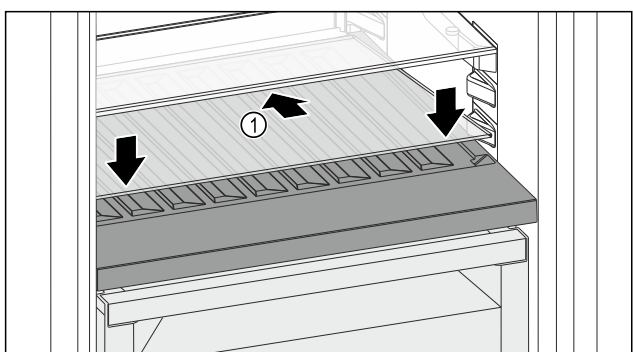

Fig. 111
- Ustawić płytę szklaną Fig. 111 (1) pod ukosem, nachyloną do tyłu w dół.
- Opuścić płytę szklaną Fig. 111 (1) z przodu.